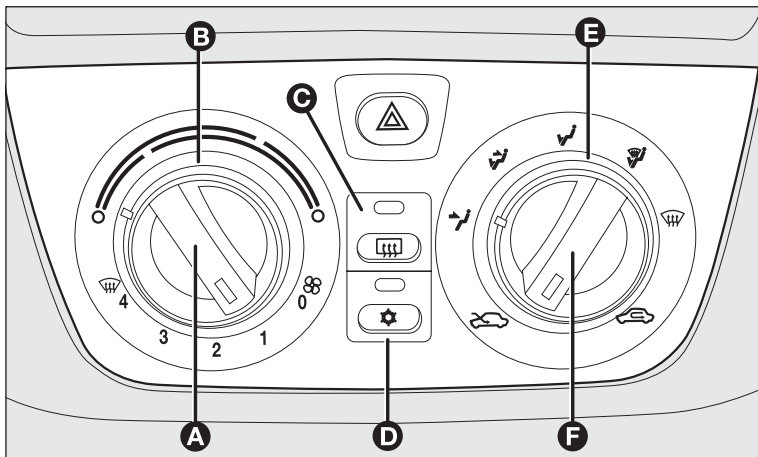

fig. 61
COMANDI fig. 61
La ghiera girevole **E-fig. 61** consente all'aria immessa all'interno della vettura di raggiungere tutte le zone dell'abitacolo secondo 5 possibilità di scelta:
Ruotare verso destra (indice sul settore rosso) la ghiera girevole **B-fig. 61** per aumentare la temperatura o verso sinistra per diminuirla;
- posizionare la ghiera girevole **B-fig. 61** sul settore blu;
Posizionare la manopola **F-fig. 61** su .
- ruotare la ghiera girevole **B-fig. 61** sul settore rosso;
- disinserire il ricircolo aria interna posizionando la manopola **F-fig. 61** su ;
Premere il pulsante **C-fig. 61** per attivare questa funzione: l'avvenuto inserimento della funzione è evidenziato dall'accensione del led sul pulsante stesso.
- ❑ ruotare la ghiera girevole **B-fig. 61** sul settore blu per selezionare la temperatura;
- ❑ disinserire il ricircolo aria interna posizionando la manopola **F-fig. 61** su ;